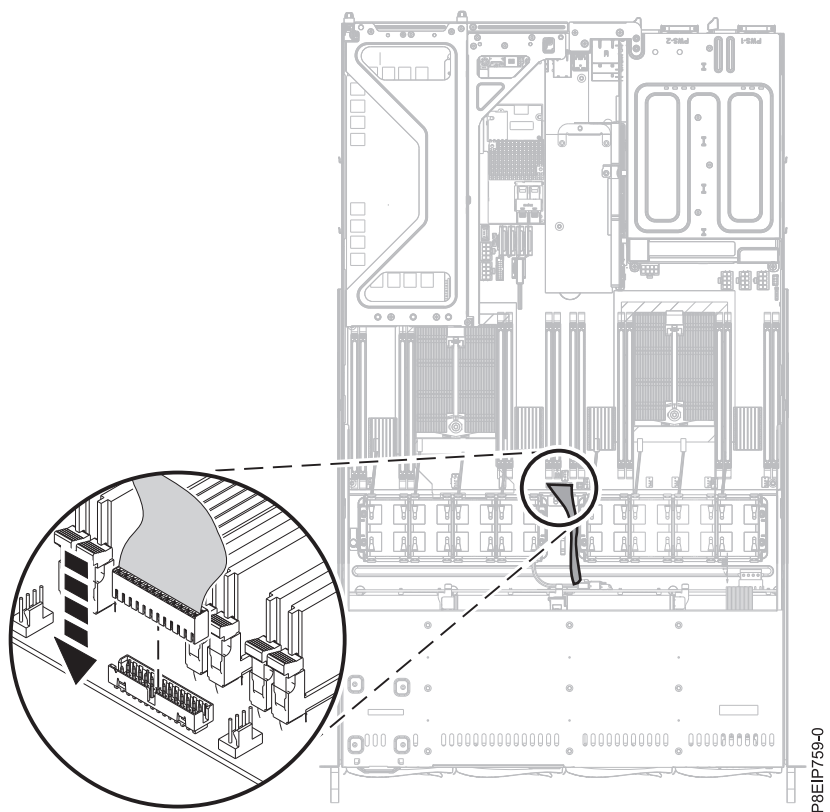

図 42. オペレーター・パネル・ケーブルの再取り付け
15. オペレーター・パネル・ケーブルをシステム・バックプレーンに再取り付けします (43 ページの図 42 を参照)。